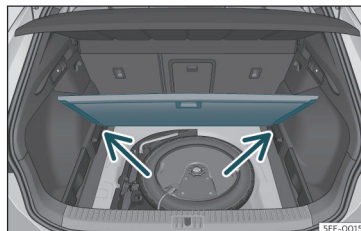

Fig. 110 Piano variabile del bagagliaio: posizione inclinata.
- Appoggiare il piano sugli appositi alloggiamenti»» **fig. 110** (freccie).